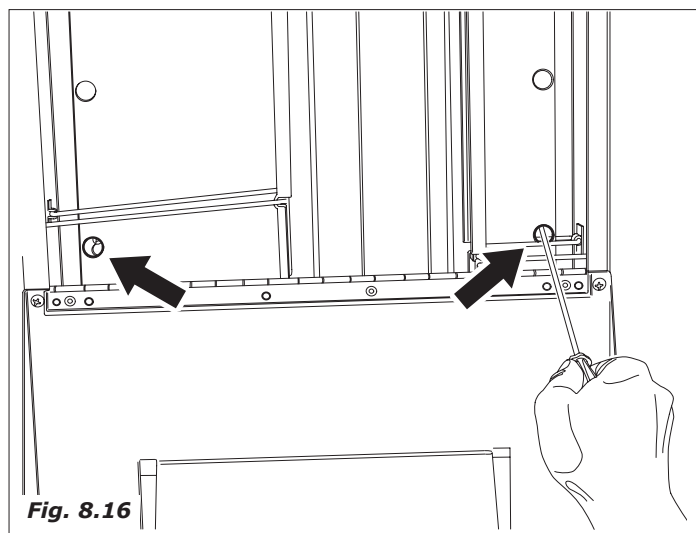

Fig. 8.16
- En el espacio de los vasos, localizar los dos agujeros laterales de acceso a los tornillos (Fig.8.16) y con un destornillador cruciforme medio con cuerpo largo, aflojar sin extraerlos.